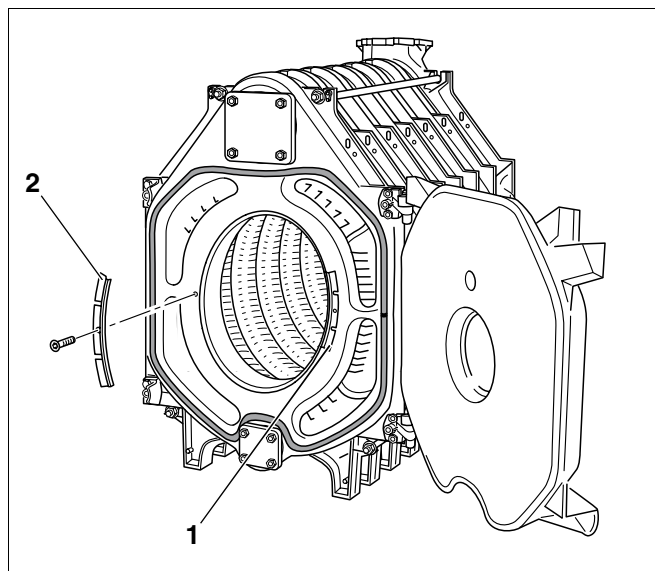

Fig. 33 Spærrepladernes placering
Spærrepladerne (fig. 33, **pos. 1** og **2**) er fra fabrikken skruet på det forreste element med en unbrakoskrue.